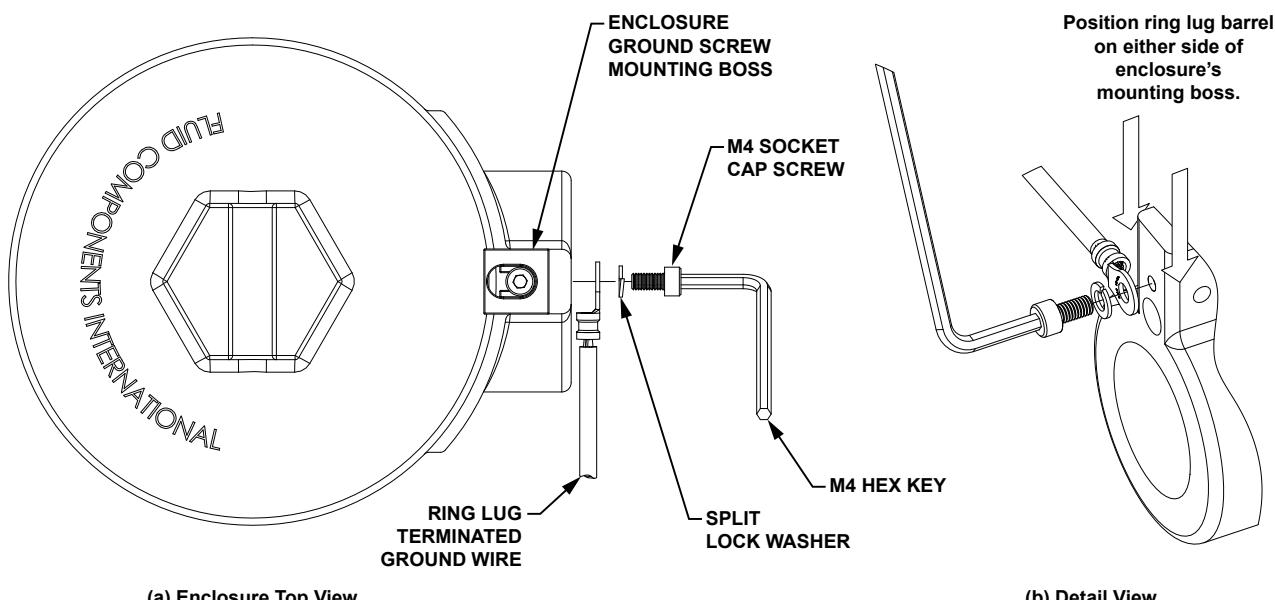

Figura 2-7 Instalação do fio-terra terminado por borne em anel
6. Instale o borne em anel do fio terra de maneira que a extremidade do cilindro do borne toque a lateral do ressalto de montagem do gabinete, como mostrado na Figura 2-7. Coloque o borne em anel em qualquer um dos lados do ressalto de montagem conforme necessário para a instalação. Instale com o hardware nesta ordem: parafuso de cabeça sextavada, arruela bipartida com trava, borne em anel. Aperte o parafuso sextavado com um torque de 23 lb-pol (2,6 N-m).